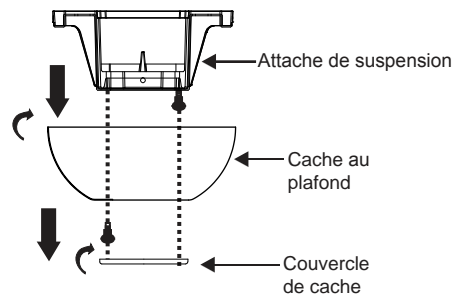

Fig. 5
**Étape 1.** Retirez le couvercle du fond du cache décoratif en le tournant dans le sens antihoraire (Fig. 5).
**Étape 2.** Retirez le support de fixation au plafond du cache en le enlevant (et en mettant de côté) une des deux vis. Desserrez la vis restante d'un demi-tour (Fig. 5).